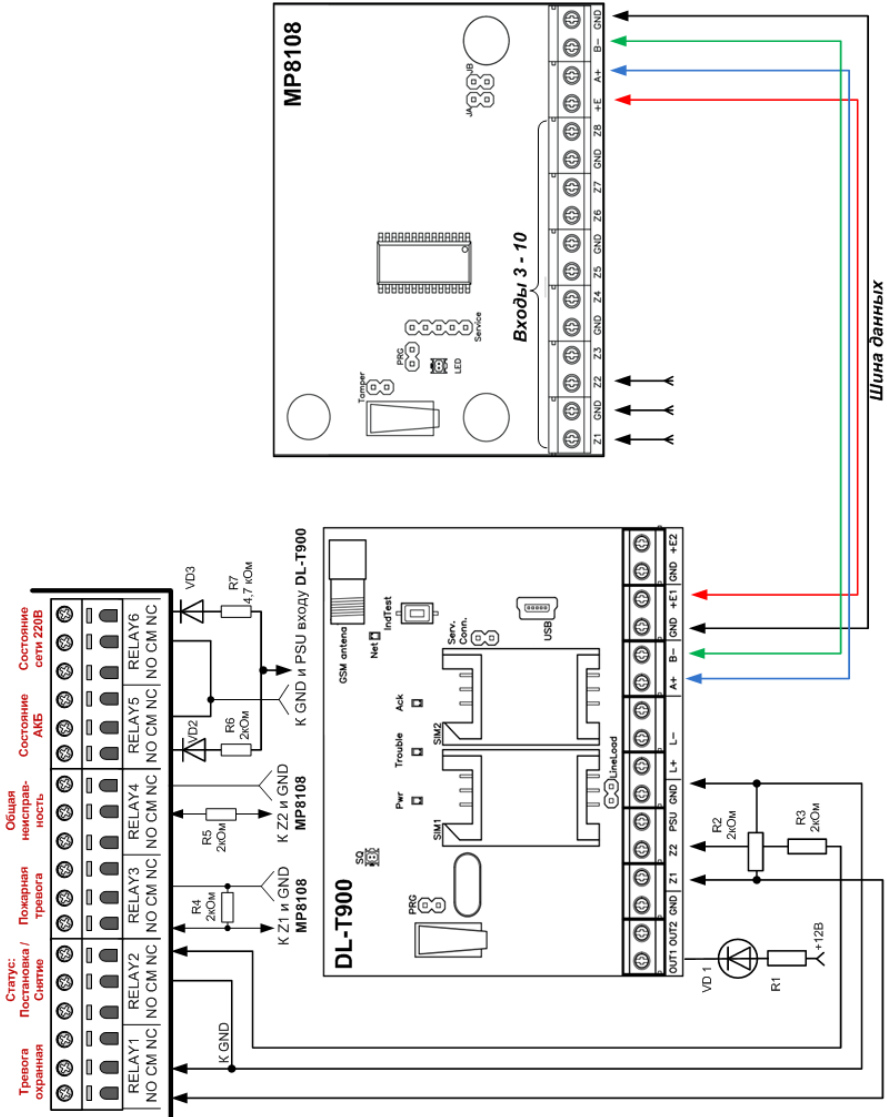

Рис. 3. Схема соединения
ППК подключается к входам DL-T900 по линиям связи посредством программируемых выходов. В схеме, приведенной на рис.3, выполнен пример такого сопряжения ППК с DL-T900.
2. Выполните коммутацию входов DL-T900 и реле ППК через резисторы, как указано на рис. 3.